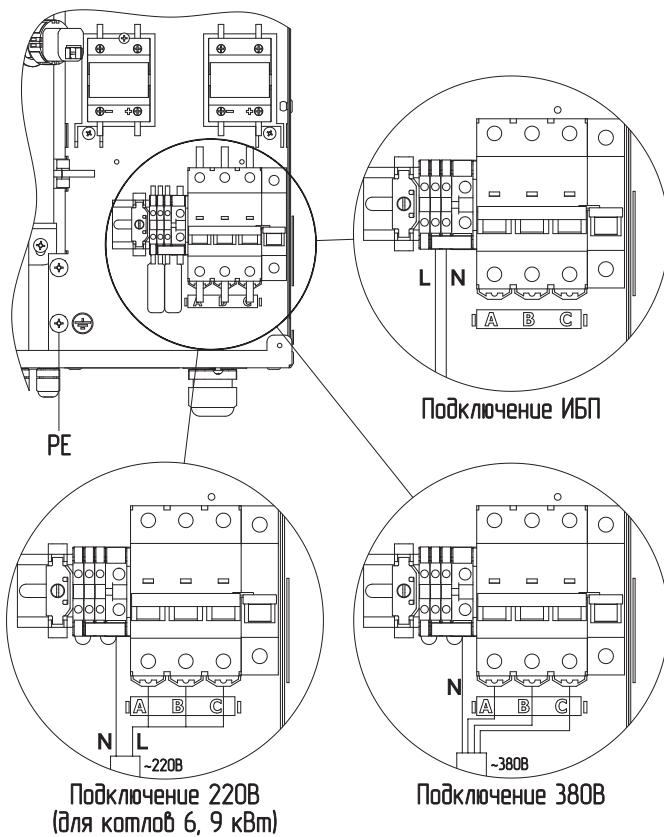

Рис.7 Схема подключения электрического котла ZOTA SOLID-X 6-24 кВт
- извлечь перемычки (**Рис.7, 8, 9 поз.1**);
- подключить провода фазы «L» к колодке (**Рис.7, 8, 9 поз.2**);
- подключить провода нейтрали «N» к колодке (**Рис.7, 8, 9 поз.3**).